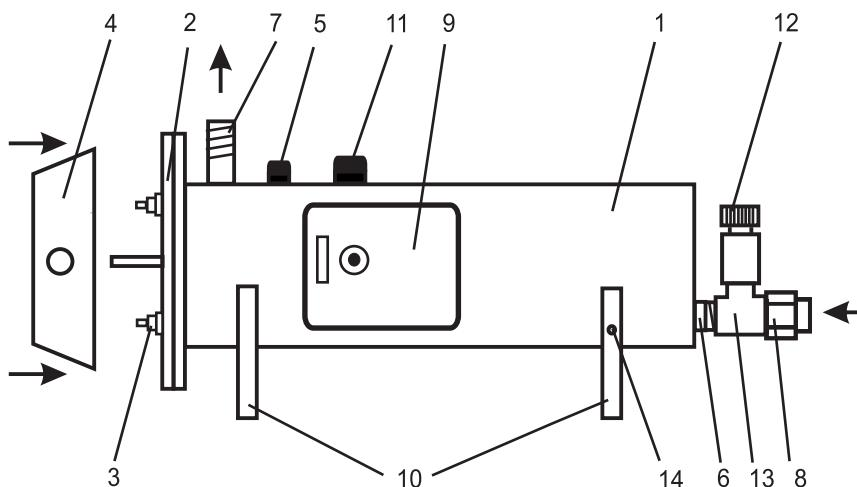

Рисунок 1.
4.1 Водонагреватели ЭПВН-7,5; -9,45; -12; -15; -18; -21; -24; -30 (рис.1) состоят из следующих основных частей: корпуса (1) с входным (6) и выходным (7) патрубками G $\frac{1}{2}$; секции, состоящей из крышки (2), с одним (ЭПВН 7,5) или тремя (ЭПВН-9,45;-12;-15;-18;-24;-30-1) трубчатыми электронагревателями (ТЭН) (3) из нержавеющей стали; датчика терморегулятора (5); аварийного термовыключателя (11). Выводы ТЭНов закрыты защитным кожухом (4).